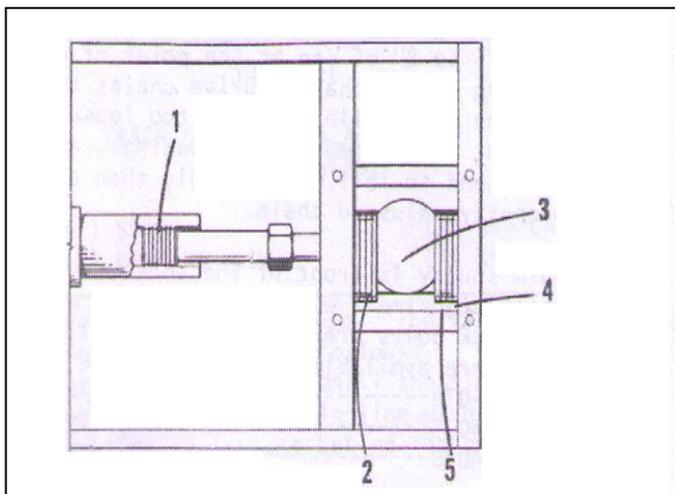

FIG. 3-3
- (c) Instale los pernos de levantamiento en cada lado de la rueda dentada motriz. (Ver Fig. 3-3 y 3-4.)